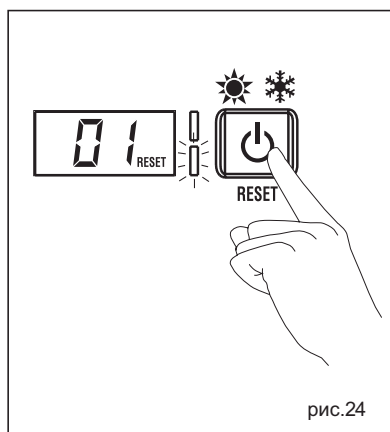

рис.24
– НИЗКОЕ ДАВЛЕНИЕ ВОДЫ "AL 02" (рис. 24/a)